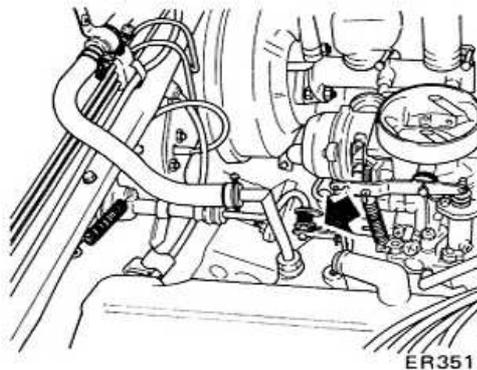

Fig. ER-1 Désaccouplement de la tringlerie d'accélérateur
- Séparer la biellette de torsion de la tringlerie d'accélérateur en déposant la goupille, la rondelle et le ressort. Voir figure ER-1.